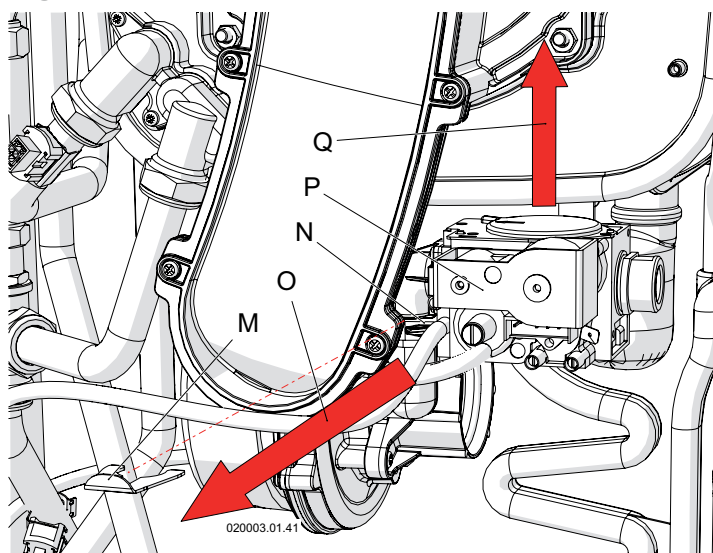

Figure 6-4 - Retrait de vanne à gaz
15. - retirez le ressort de serrage "M" du siège "N" libérant la vanne "P" (voir figure 6-4) ;
18. - remontez la vanne à gaz (voir figure 6-4, détail "P") en vous assurant de repositionner le ressort "M" ;